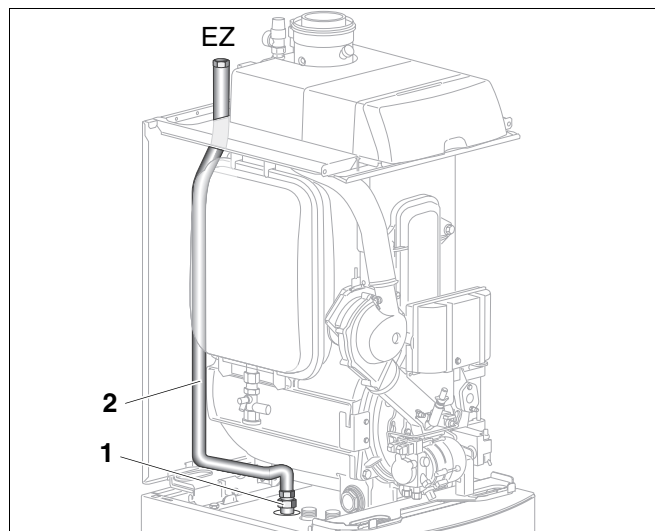

Abb. 27 Zirkulationspumpenanschluss montieren
- Übergangverschraubung (Abb. 27, **Pos. 1**) am Speicheranschluss (EZ) eindichten.
- Zirkulationsrohr (Abb. 27, **Pos. 2**) mit vormontiertem O-Ring auf die Übergangverschraubung (Abb. 27, **Pos. 1**) stecken und mit Mutter handfest anschrauben.
- Zirkulationsrohr (Abb. 27, **Pos. 2**) ausrichten (siehe Abb. 27).